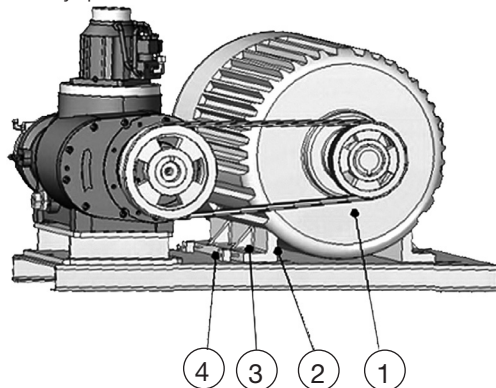

Рис. 10.1 Внутренние детали компрессора
**с.** Для регулировки натяжения ремня слегка ослабьте четыре крепежных болта под главным электродвигателем и поверните регулировочный винт для перемещения электродвигателя и натяжения клиновых ремней. После завершения регулировки затяните крепежные болты, удерживая электродвигатель. См. рис. 10.1.